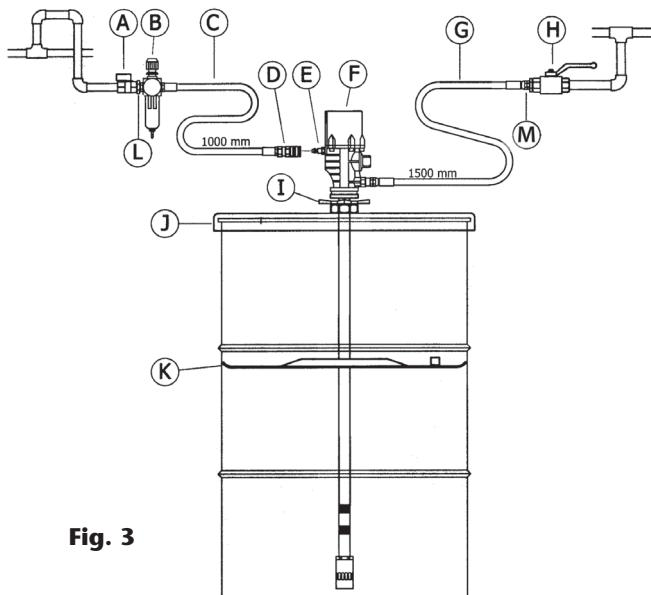

**Fig. 2**
La pompe doit être fixée au fût à l'aide d'un couvercle doté d'un filetage 2" BSP (F). Desserrer l'adaptateur en étoile (1) de la bague de fixation afin d'extraire la partie inférieure de cette dernière (3) et la fixer à l'embouchure de 2" du couvercle. Placer l'adaptateur en étoile (1) ainsi que les trois mors (2) de la bague de fixation sur le tube de la pompe. Introduire la pompe par l'embouchure du couvercle et serrer le tout à la hauteur désirée (voir fig. 2). Fixer ensuite le couvercle au fût.